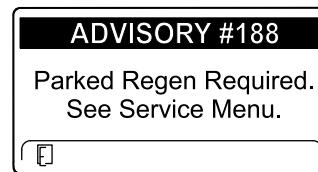

Figura 36
- Richiesta di rigenerazione parcheggiata ADVISORY #188 (Figura 36)